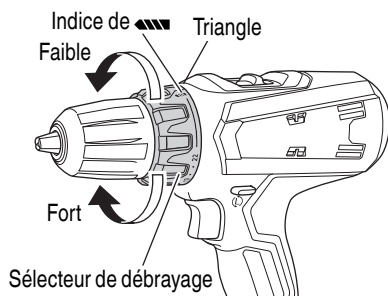

Fig. 11
6. Vérification de la position du sélecteur de débrayage (Voir Fig. 11).
(2) Indication du couple de serrage (Voir la Fig. 11)
(3) Réglage du couple de serrage (Voir Fig. 11)